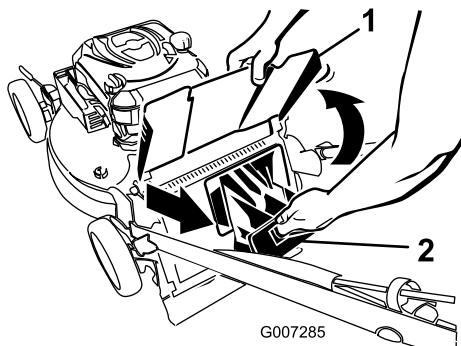

Figura 21
2. Levante y sujeté el deflector de descarga trasera (Figura 21).
3. Saque el tapón de descarga trasera (Figura 21).